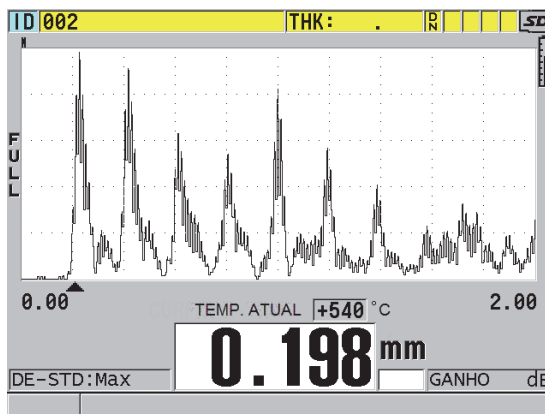

Figura 10-19 Exibir dados de compensação de temperatura
- 4. Pressione [MEAS] para retornar à tela de medição com a função de compensação de temperatura ativada (veja Figura 10-19 na página 175).